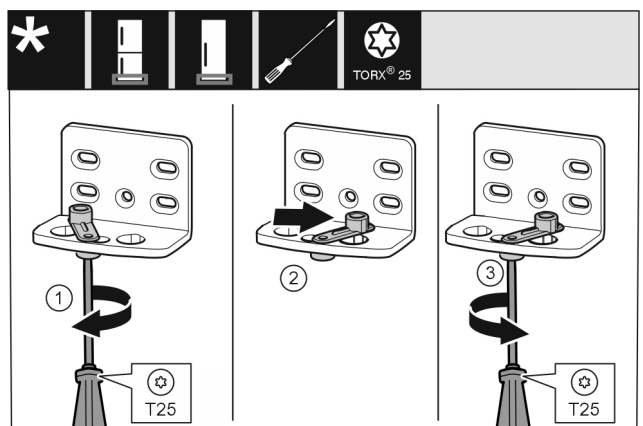

Fig. 10
- ▶ Открутите винт отверткой T25. Fig. 10 (1)
- ▶ Приподнимите фиксатор двери и поверните в отверстия на 90° направо. Fig. 10 (2)
- ▶ Затяните винт отверткой T25. Fig. 10 (3)